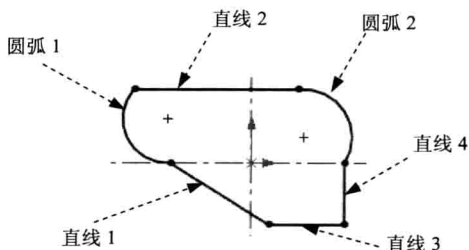

图 1.4 绘制的圆弧
(3) 绘制圆弧。选择下拉菜单 **工具(T)** → **草图绘制实体(K)** → **三点圆弧(C)** 命令，在图形区中绘制图 1.4 所示的圆弧。